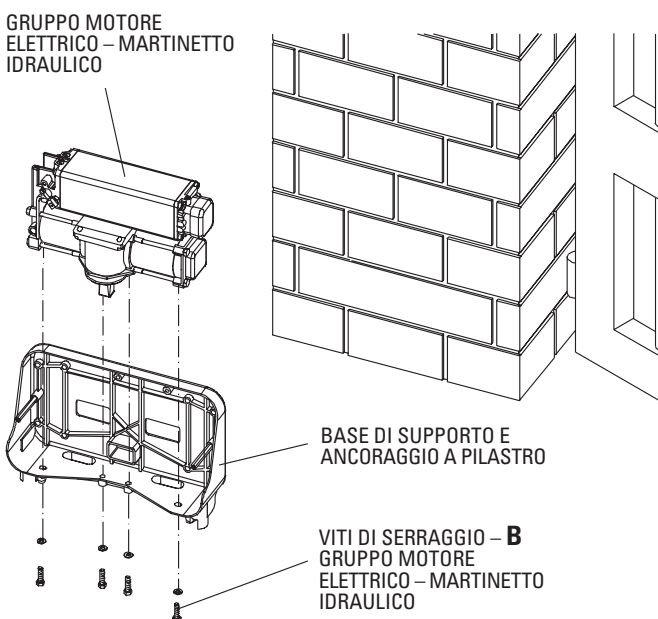

FIG. 5
- Per estrarre il **gruppo motore elettrico - martinetto idraulico** dalla **base di supporto**, svitare le quattro **viti di serraggio - B** posizionate sotto la base di supporto (Fig.5)
Terminato il fissaggio della base di ancoraggio inserire e fissare il gruppo motore elettrico-martinetto idraulico mediante le **4 viti di serraggio – B** (Fig.5).